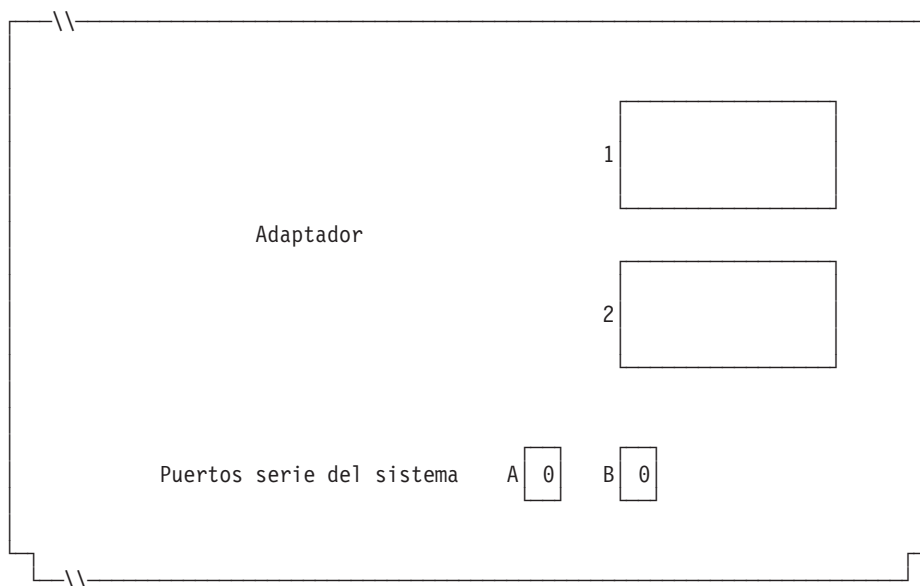

Figura 92. Lado derecho de la parte posterior del Controlador/Terminal IBM 4694-1x4/205
6. Si las aplicaciones de terminal utilizan un puerto asíncrono, escriba el número de puerto en la Figura 92. Especifique un 0 para los puertos no utilizados por el terminal. Los números de puerto válidos son 1, 2, 3, 4.